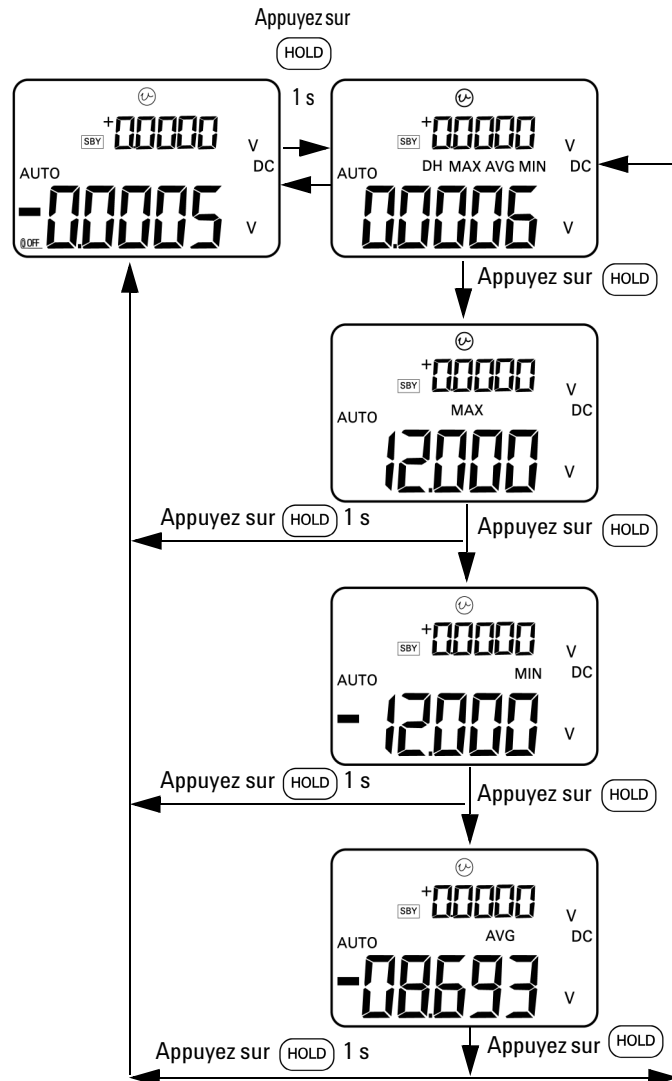

Figure 3-7 Mode d'enregistrement dynamique
- 2 Appuyez sur **MAX • MIN** pour faire défiler les résultats (valeurs maximales, minimales, moyennes et actuelles). Les symboles **MAX**, **MIN**, **AVG** ou **MAX AVG MIN** sont respectivement activés pour indiquer le type de valeur affichée. Reportez-vous à la Figure 3-7 à la page 59.